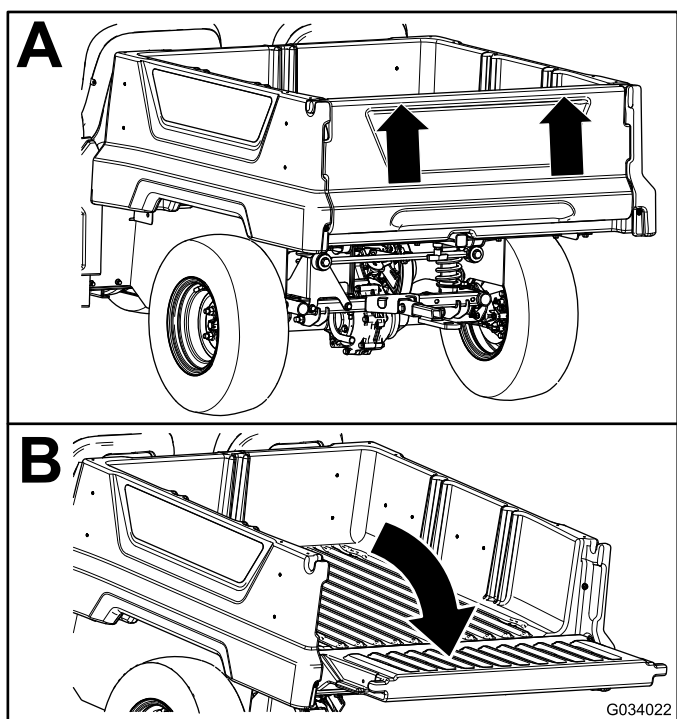

Figure 18
2. Soulevez le hayon des deux mains en le prenant par le bord supérieur (Figure 18).
3. Baissez le hayon jusqu'à ce qu'il soit au même niveau que le fond du plateau de chargement (Figure 18).